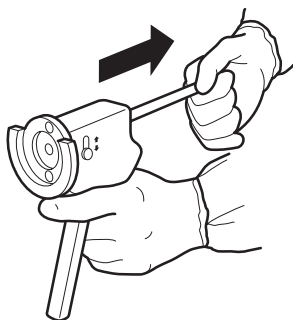

Figure 1
1. Tourner le piston pour dégager le système d'entraînement, puis tirer le piston vers l'arrière jusqu'à ce que le disque repose contre le corps du pistolet à ciment (Figure 1).